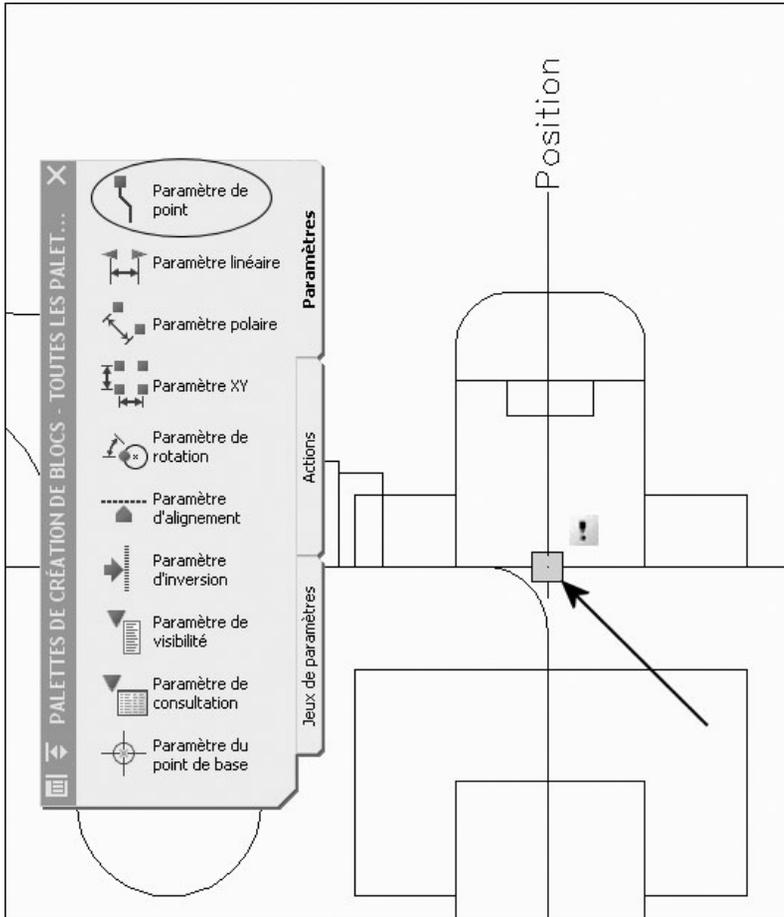

Fig.7.38
- 7 Dans l'onglet **Paramètres** (Parameters) sélectionner **Paramètre de point** (Point parameter) et pointer le point milieu supérieur du bloc Evier-plan. Placer la légende verticalement (fig.7.38).